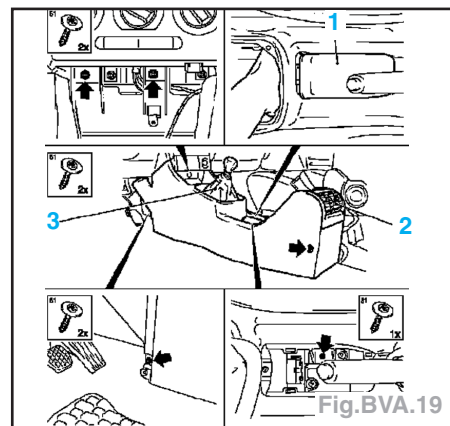

Fig. BVA.19
- Déposer la console centrale (Fig. BVA.19) : Comprend :
- le recouvrement de la console centrale (1), du levier de frein à main et du levier de vitesses (3).
- la buse d'air mixte AR (2).